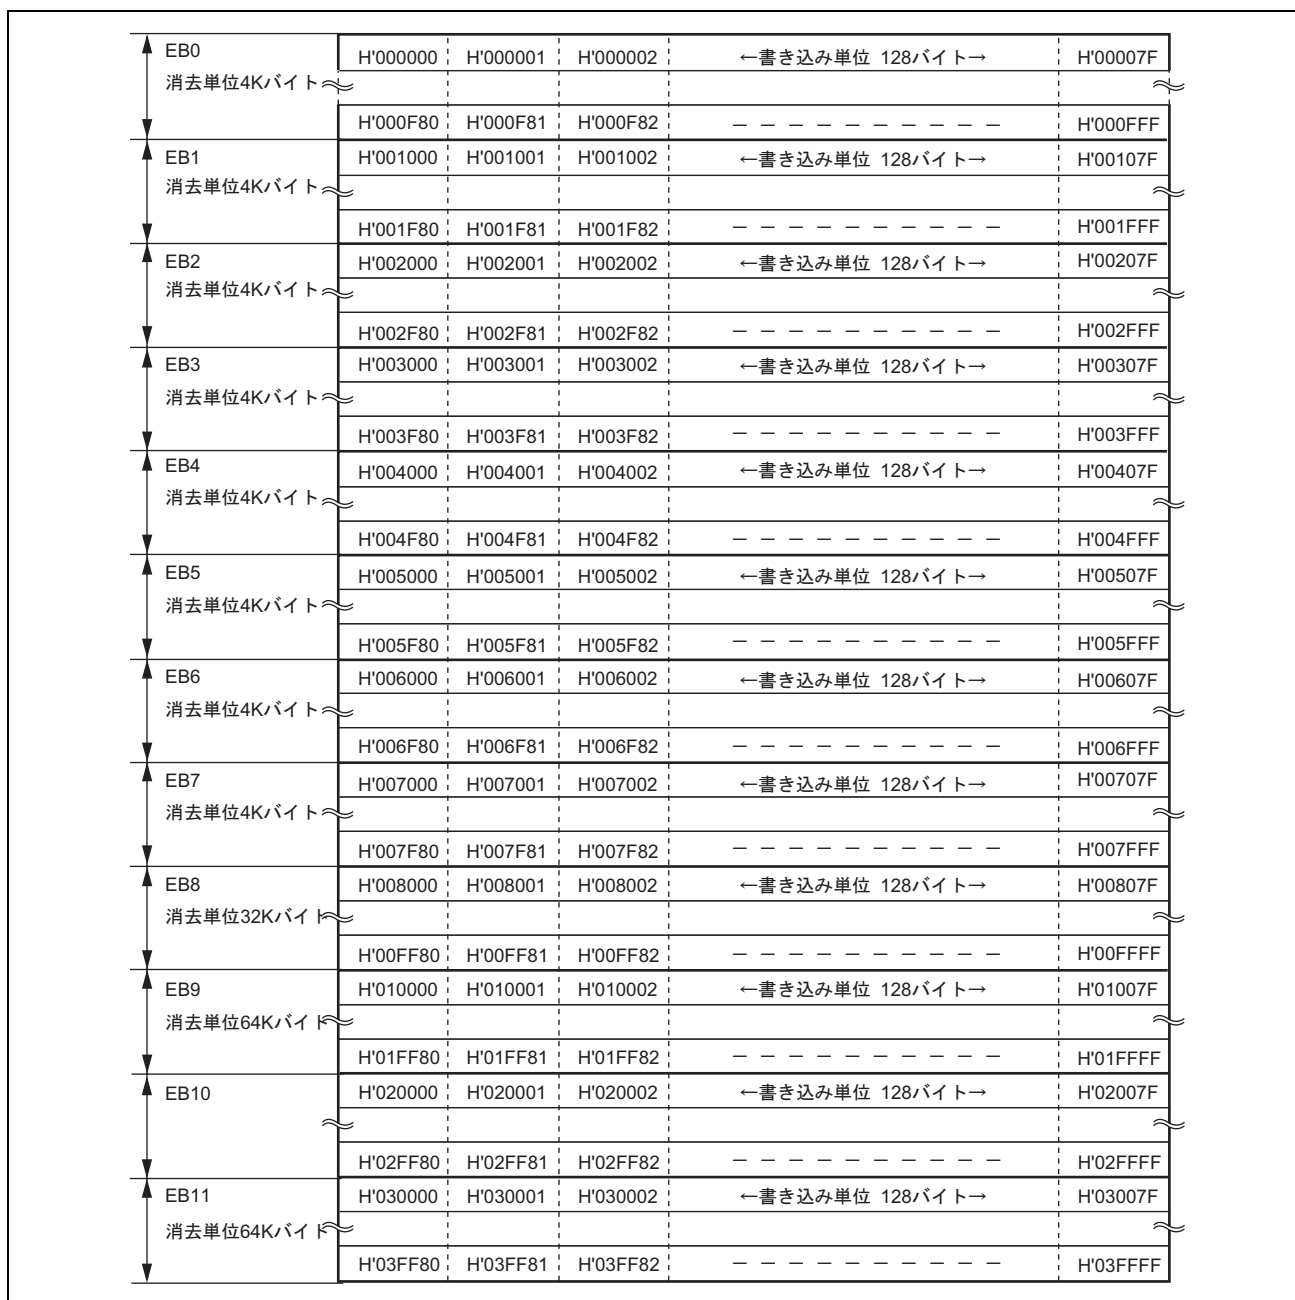

図 22.4 (1) H8SX/1641 のユーザマットのブロック構成
図 22.4 (1) に 256K バイトのユーザマットのブロック構成を示します。太線枠は消去ブロックを表します。細罫線は書き込みの単位を表し、枠内の数値はアドレスを示します。ユーザマットは、64K バイト (3 ブロック)、32K バイト (1 ブロック)、4K バイト (8 ブロック) に分割されていて、消去はこのブロック単位で行います。書き込みは下位アドレスが H'00 または H'80 で始まる 128 バイト単位で行います。4K バイト分割の 8 ブロックが RAM エミュレーション可能な領域です。